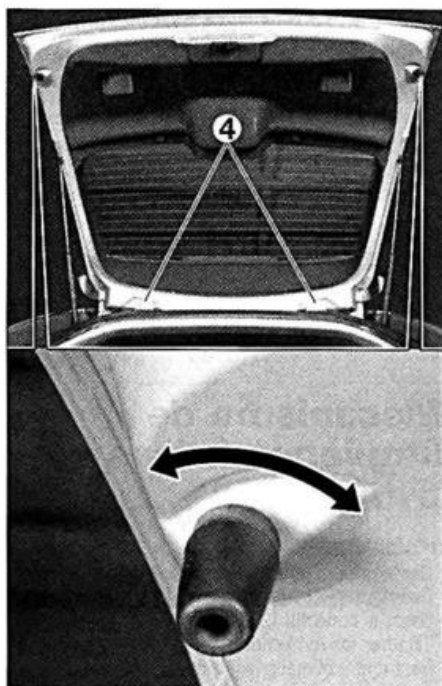

FIG. 69
- Desmontar las fijaciones (4) (fig. 69).
- Ajustar los juegos y salientes del portón actuando en las fijaciones del portón y en los topes (fig. 69).